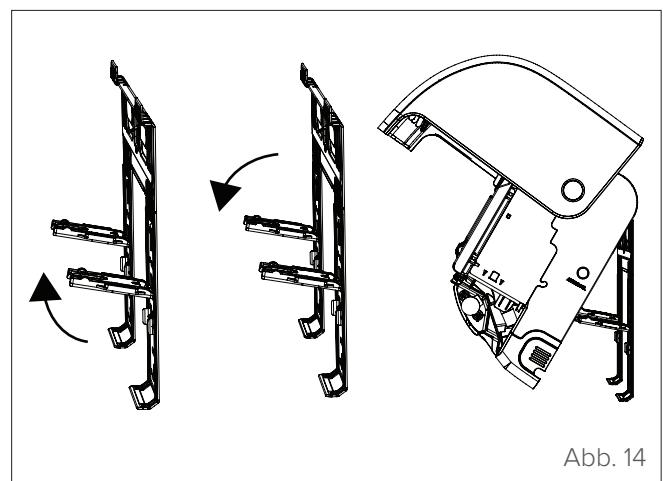

Abb. 14
- 2 In der Montageplatte vorhandene Halterungen verwenden, um das Gerät anzuheben, damit genügend Platz für den Anschluss der Kühlleitungen, der Stromkabel und der Ablassleitungen vorhanden ist (siehe „Abb. 14“).